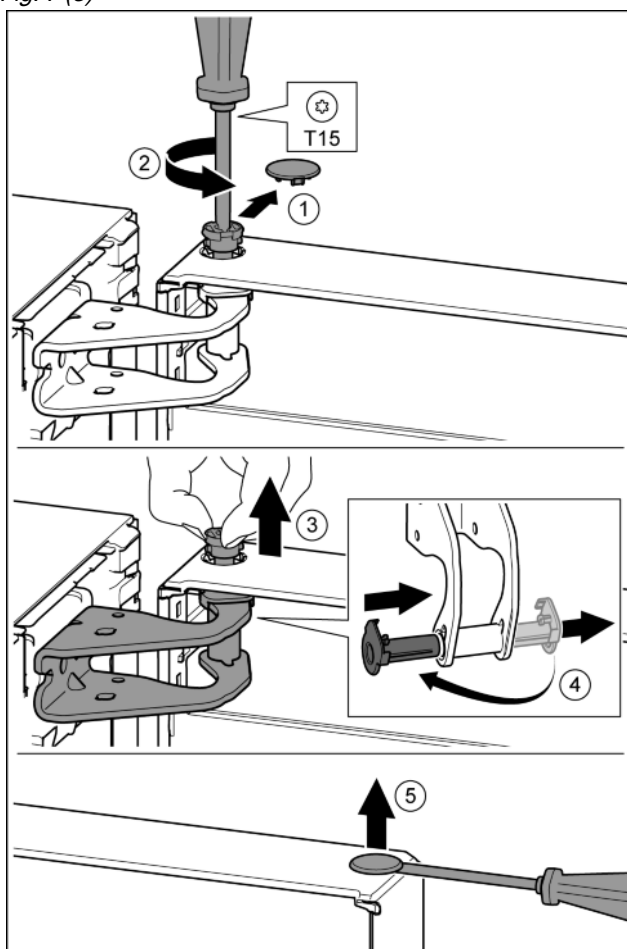

Fig. 8
- ▶ Opatrne vytiahnite poistný kryt. Fig. 8 (1)
- ▶ Skrutkovačom T15 trochu vyskrutkujte čap. Fig. 8 (2)
- ▶ Pevne držte dvere a čap vytiahnite prstami. Fig. 8 (3)
- ▶ Puzdro ložiska vytiahnite z vedenia. Nasadte z druhej strany a zaklapnite. Fig. 8 (4)
- ▶ Plochým skrutkovačom opatrne nadvihnite a vyberte zátku z puzdra ložiska dverí. Fig. 8 (5)